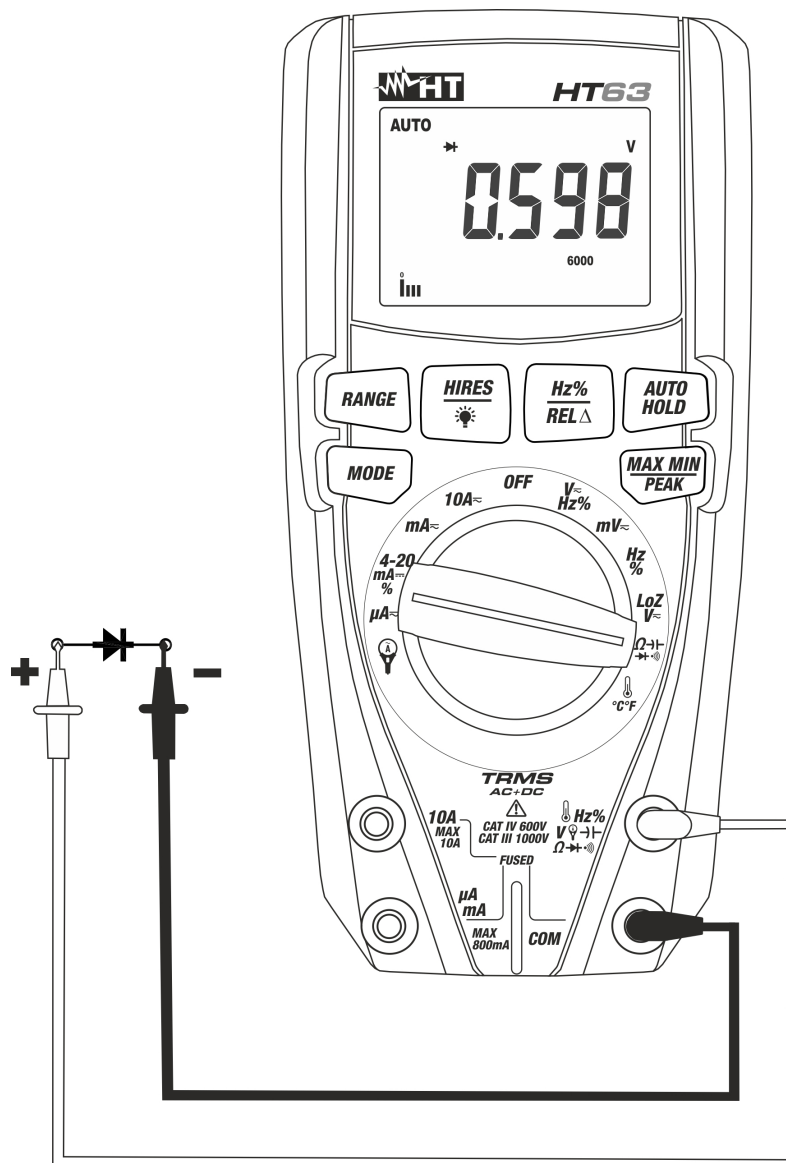

Abb. 7: Verwendung des Gerätes für Diodenprüfung
4. Verbinden Sie die Messleitungen mit den jeweiligen Enden der zu messenden Diode (siehe Abb. 7) und achten Sie dabei auf die angegebene Polarität.. Der Wert der direkt polarisierten Schwellenspannung wird im Display angezeigt.
6. Wenn das Gerät die Meldung "**O.L**" anzeigt, sind die Klemmen der Diode invertiert mit Bezug auf die Angabe in Abb. 7, oder die P-N Verbindung der Diode ist beschädigt.